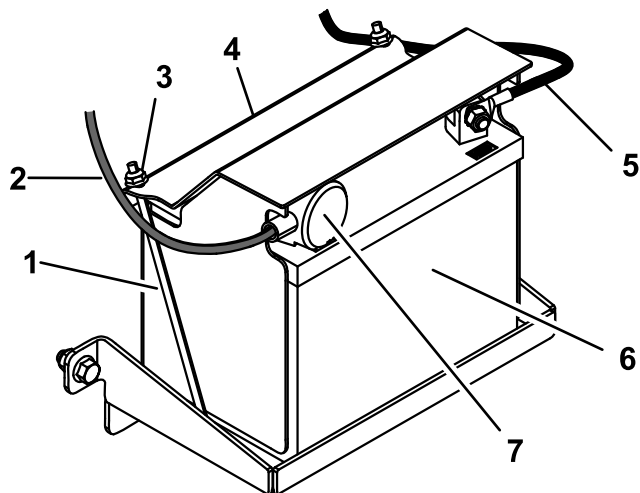

Bild 27
1. Legen Sie die Batterie in die Auflageplatte und sichern Sie sie mit der Batterieabdeckung, zwei Befestigungsstangen und zwei Muttern (Bild 27).
4. Ziehen Sie die rote Polkappe über den (roten) Pluspol der Batterie (Bild 27).